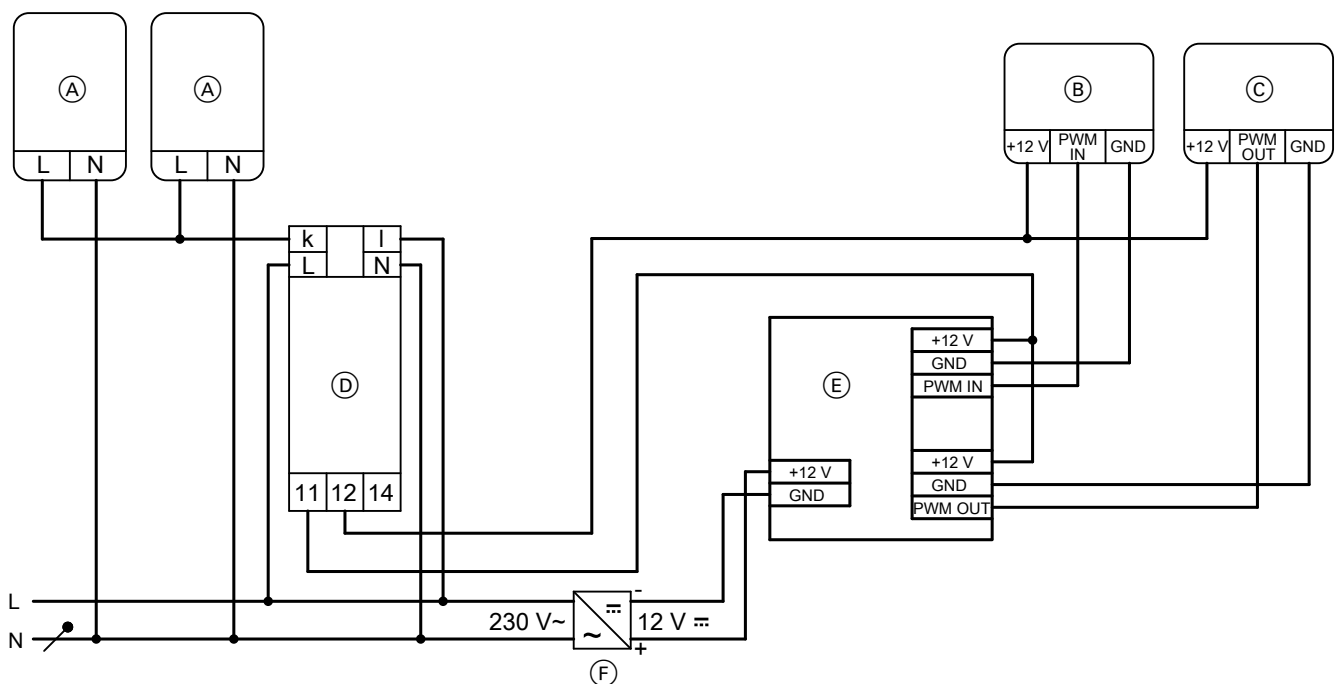

Abb. 56
1. Abluftventilator mit dem Leistungsrelais gemäß Abb. 56 elektrisch anschließen.